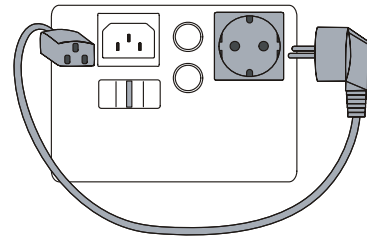

Abbildung 9. Prüfung von Kaltgeräteleitungen
-  Schließen Sie die zu prüfenden Leitung an, wie auf dem Tester dargestellt, siehe Abb. 9.